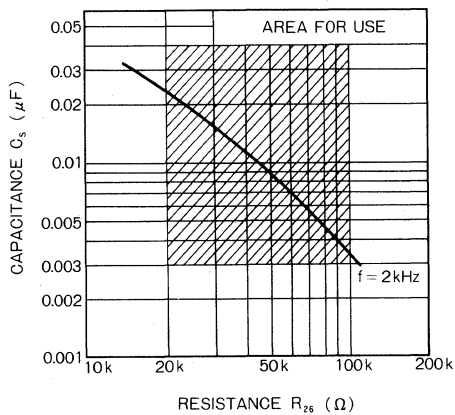

Fig.7 発振器外付け定数値 (VCC=5.0V)
- 3) 発振器 (30pin) の外付け抵抗 R26 は 20kΩ から 100kΩ の範囲で選んでください。この範囲外で使用すると, 温度により発振停止することがあります (Fig.7 参照)。